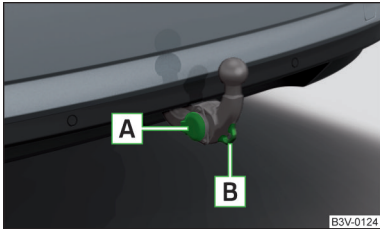

Abb. 209
- Den Stecker des Anhängers (das Zubehör) in die 13-polige Steckdose **A** einstecken » Abb. 209. (Wenn der Anhänger/das Zubehör über einen 7-poligen Stecker verfügt, ein entsprechendes Reduktionsstück aus dem ŠKODA Original Zubehör verwenden).